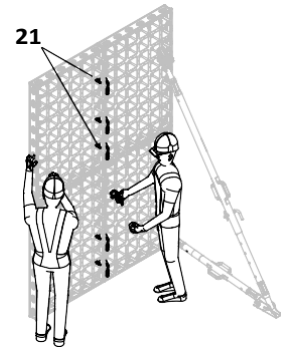

Fig. B1.06
6. Свържете вертикално двете двойки със съединителя DUO (21). (Fig. B1.06)